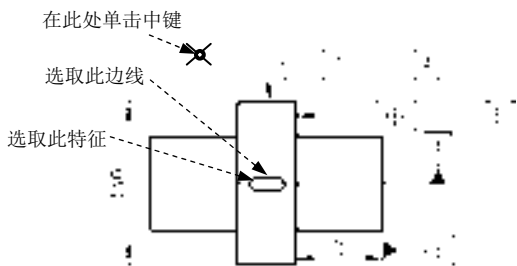

图 5.6.35 定义公差参照 (二)
Step3. 定义公差参照。在 **参考: 区域** 的 **类型** 下拉列表中选择 **特征** 选项, 选取图 5.6.35 所示的特征为公差参照。
(1) 在对话框中 **放置** 区域的 **类型** 下拉列表中选择 **带引线** 选项, 在弹出的
(2) 在系统 选择多边, 尺寸界线, 坐标系, 轴心, 多个轴线, 曲线, 顶点 或截面图元 的提示下, 选取图 5.6.35 所示的边线为放置位置参照。
(3) 在图 5.6.35 所示的位置单击中键, 放置“对称度”公差。